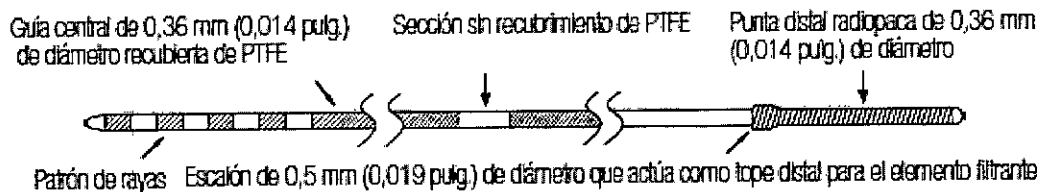
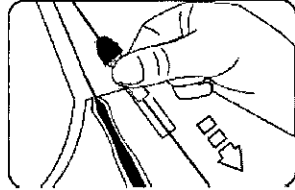
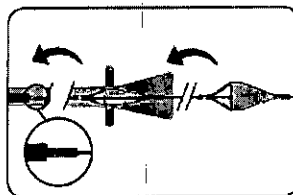

Figura 1
Figura 10
Figura 11
La guía de liberación de filtro BareWire (figura 1) es una guía de acero inoxidable de 0,36 mm (0,014 pulgadas) recubierta de PTFE con una sección radiopaca de 3 cm de platino/níquel en el extremo distal. Las guías de liberación de filtro de la gama BareWire tienen un patrón de rayas en el extremo proximal para poder identificarlas con facilidad.
- Desprender el torque (figura 10). Comprobar que el torque está bien apretado sobre la sección sin recubrimiento de la guía dispensadora de filtro BareWire (véase la figura 1). El torque se puede volver a apretar si es necesario. Tirar con cuidado del torque de forma controlada para retraer la guía dispensadora de filtro BareWire, observando cómo el elemento filtrante se retrae a través del embudo de carga hasta el interior de la envoltura del catéter dispensador. El dispositivo estará totalmente cargado cuando la banda marcadora distal del elemento filtrante haya alcanzado o sobrepasado el extremo de la envoltura del catéter dispensador y se perciba un tope evidente (véase la figura 11).
Examinar la envoltura del catéter dispensador antes de extraerlo de la bandeja para comprobar que el elemento filtrante esté totalmente cargado (véase la figura 11).